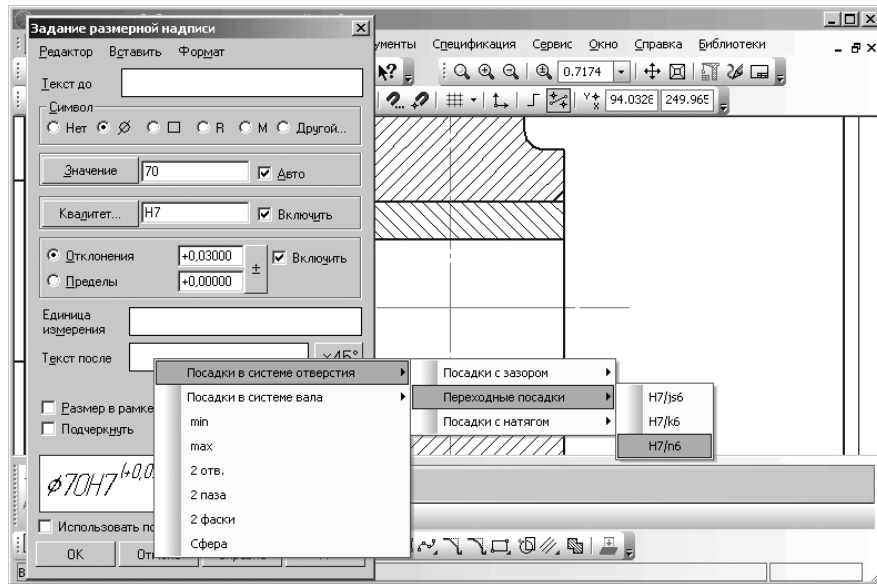

Рис. 6.9. Установка предельных отклонений деталей **Ролик** и **Втулка**, находящихся в сборочном чертеже
- щелкните в третьем всплывающем меню по третьему пункту **H7/n6**. После этого система может выглядеть так, как показана на рис. 6.9.